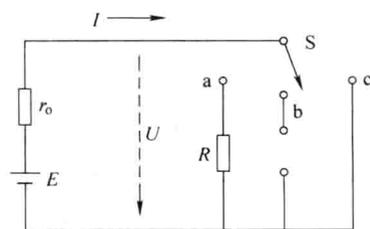

图 1-6 电路的通、断
(1) 通路 如图 1-6 所示, 当开关 S 接到 a 点时, a 点的电压为